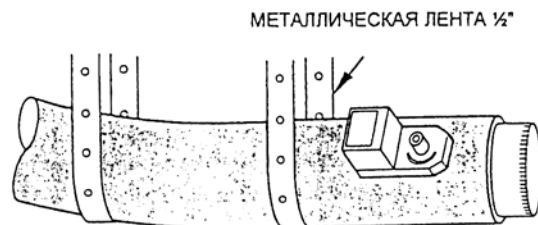

Рис. 6 – Изолированный гибкий воздуховод
4. Изолируйте заслонку с помощью теплоизоляции толщиной полтора-два дюйма (уточните по местным нормам). См. рис. 6.